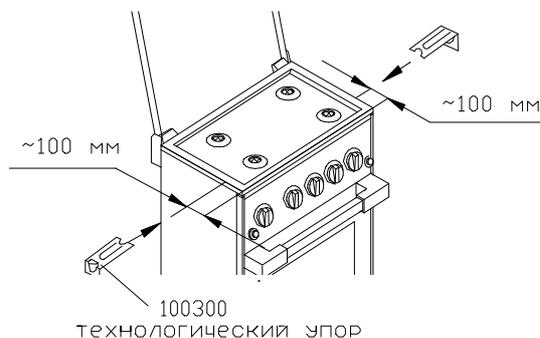

Рис.5
### 6.1 Демонтаж верхней панели (или стола) плиты (рис.5).
- взять технологические упоры 100300 (поставляются изготовителем для всех организаций, занимающихся по договору проведением обслуживания и ремонтом плит), вставить их в щель между верхней панелью и боковой стенкой согласно рис.5 и отжать зажимы, блокирующие панель;